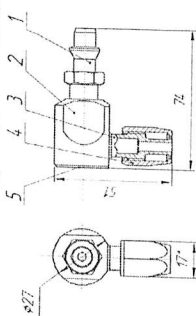

Рисунок 1 Штекер S
2.5 Общий вид, габаритные и присоединительные размеры приведены в мм смотри рис. 1 и 2.
Штекер S (рис.1) имеет ниппель (1) газоспецифический для каждого вида медицинского газа или вакуума, предназначенный для введения в розетку (в её ловитель), ручку (2), штуцер (3) и гайку (4), служащие для герметичного присоединения гибкого армированного шланга сечением $\varnothing 10,5 \times 2,5$ мм (наружный диаметр, толщина стенки) медицинских приборов и аппаратов.
5.4 На штуцер штекера (3 – рис.1) одеть гибкий армированный шланг подключаемых медицинских приборов и зафиксировать его гайкой (4 – рис.1).